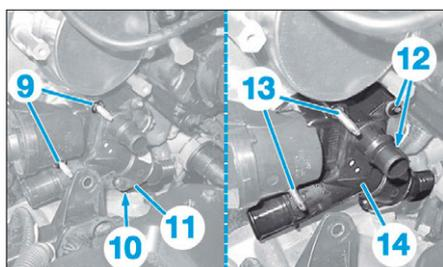

FIG. 37
- les écrous (9) (Fig.37),
- la vis (10)
- la plaque de fixation (11),
- les vis (12),
- les goujons (13),
- le boîtier de sortie d'eau (14).